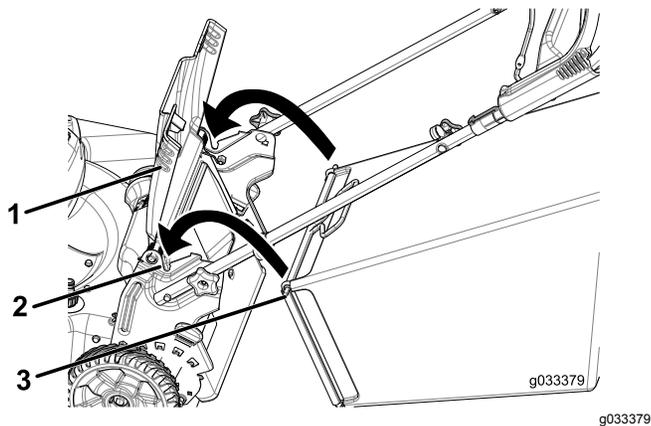

Figure 23
1. Soulevez le volet arrière et gardez-le dans cette position (Figure 23).
2. Montez le bac à herbe en veillant à placer les ergots dans les crans des supports du guidon (Figure 23).